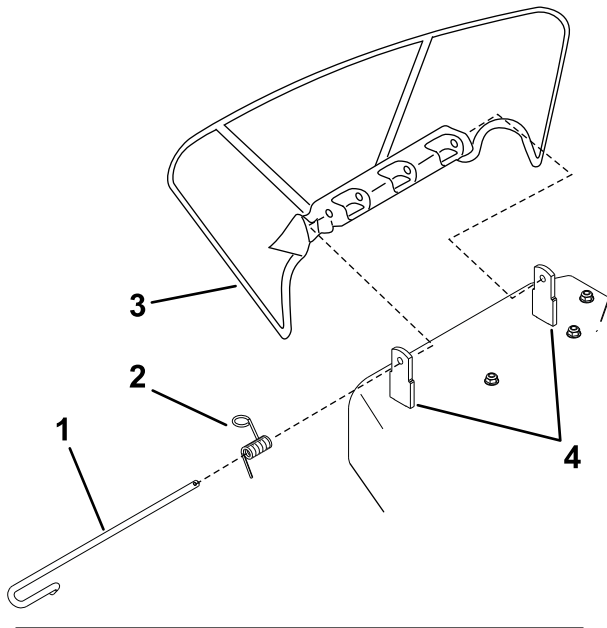

Figura 60
1. Desenganche el muelle de la muesca del soporte del deflector, y retire la varilla de los soportes soldados de carcasa, el muelle y el deflector de descarga (Figura 60).
5. Coloque el muelle en la varilla según se muestra en Figura 60, de manera que el extremo corto del muelle suba desde debajo de la varilla antes de la curva y pase por encima de la varilla después de la curva.